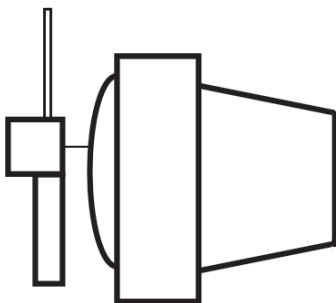

Рис.2 – Измерения яркости экранов
6.2.3.4 Зафиксируйте измерительную головку с ФПУ в контрольной точке измерений оптического излучения, на расстоянии 1-4 мм от экрана (см. Рис.2). При этом яркость объекта в поле зрения датчика должна быть равномерной.